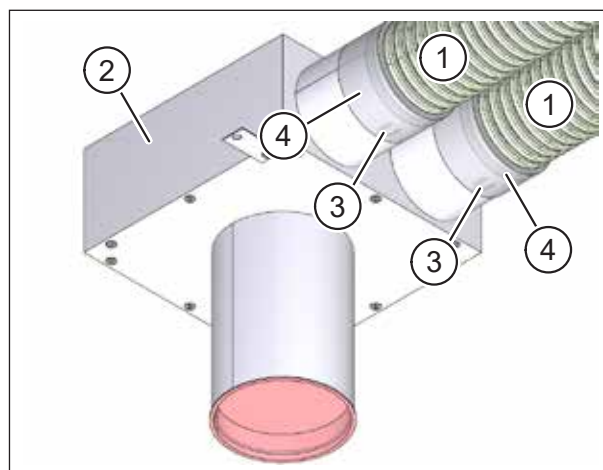

Fig. 16: Connecter les tuyaux flexibles au caisson de plafond
- ▶ Raccourcissez les tuyaux flexibles (pos. 1 dans Fig. 16) à la longueur nécessaire conformément aux documents de planification. Pour cela, respectez également les remarques relatives au montage du chapitre « 5 Monter les tuyaux flexibles » à partir de page 9.
- ▶ Connectez les tuyaux flexibles au caisson de plafond (pos. 2 dans Fig. 16).
- ▶ Uniquement pour les caissons de plafond en tôle d'acier : appuyez sur les deux clips de retenue (pos. 3 dans Fig. 16) dans les rainures des tuyaux flexibles pour les fixer solidement au caisson de plafond.
- ▶ **Conseil** : enrroulez du ruban rétractable à froid (pos. 4 dans Fig. 16) autour des points de jonction des manchons de raccordement et des tuyaux flexibles afin d'empêcher le béton de pénétrer.